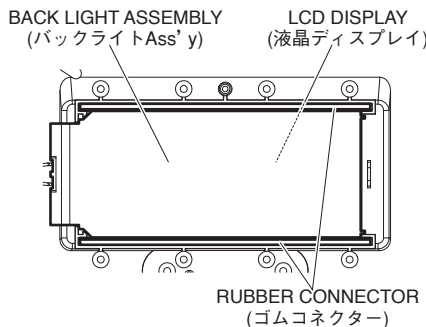

Fig. 5 (図5)
- 3-4 Remove the Back light assembly and LCD display from the upper case assembly. (Fig. 5)
* **Avoid touching the conductive part of the rubber connector as much as possible. Should foreign matter or dirt adhere, remove such contamination using adhesive tape or the like. Do not wipe off using solvents such as benzene or alcohol. (Fig. 5)**
- 3-4 上ケース Ass'y からバックライト Ass'y と液晶ディスプレイを外します。(図 5)
※ **ゴムコネクタの導電部には極力触れないようにしてください。異物、ごみ等が付着した場合は粘着テープ等を取り除き、ベンゼン・アルコール等の溶剤では拭かないでください。(図 5)**